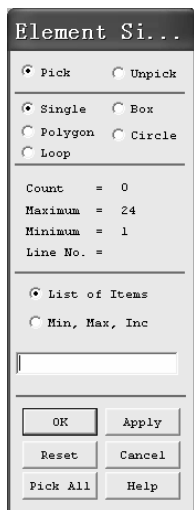

图 2-153 “Element Si...” 窗口
(3) 在 “Meshing Attributes” 窗口下进行选择: 在 “[TYPE] Element type number” 后的方框中选择 “1 SOLID164”, 在 “[Mat] Material number” 后的方框中选择 “1”, 然后单击 “Meshing Attributes” 窗口中的 “OK” 按钮。
(4) 单击 “MeshTool” 窗口中 “Lines” 后的 “Set” 按钮, 弹出 “Element Si...” 窗口 (见图 2-153)。